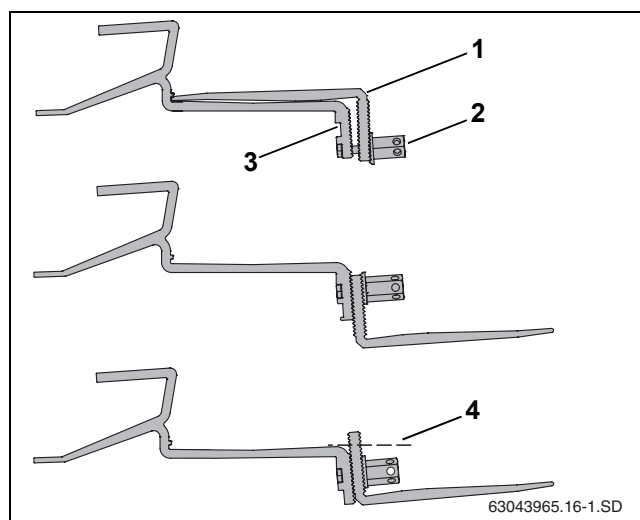

Fig. 17 Volver a posicionar la parte inferior de los ganchos de tejado
- Suelte la tuerca hexagonal larga (Fig. 17, [2]).
- Introduzca el tornillo en el orificio superior (Fig. 17, [3]).
- Fije sin apretar la parte inferior del gancho de tejado (Fig. 17, [1]). No apriete aún la unión.